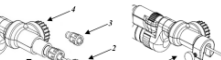

Abbildung 1
- Zur Verwendung mit einem Arbeitskanal-Handstück (**Abbildung 1**) wurde mit einem Tiefensteuerungsmechanismus mit Luer-Anschluss (**1a**) oder einem spezifischen MINOP-Anschluss (**1b**) eine Schnittstelle für Endoskope hinzugefügt.